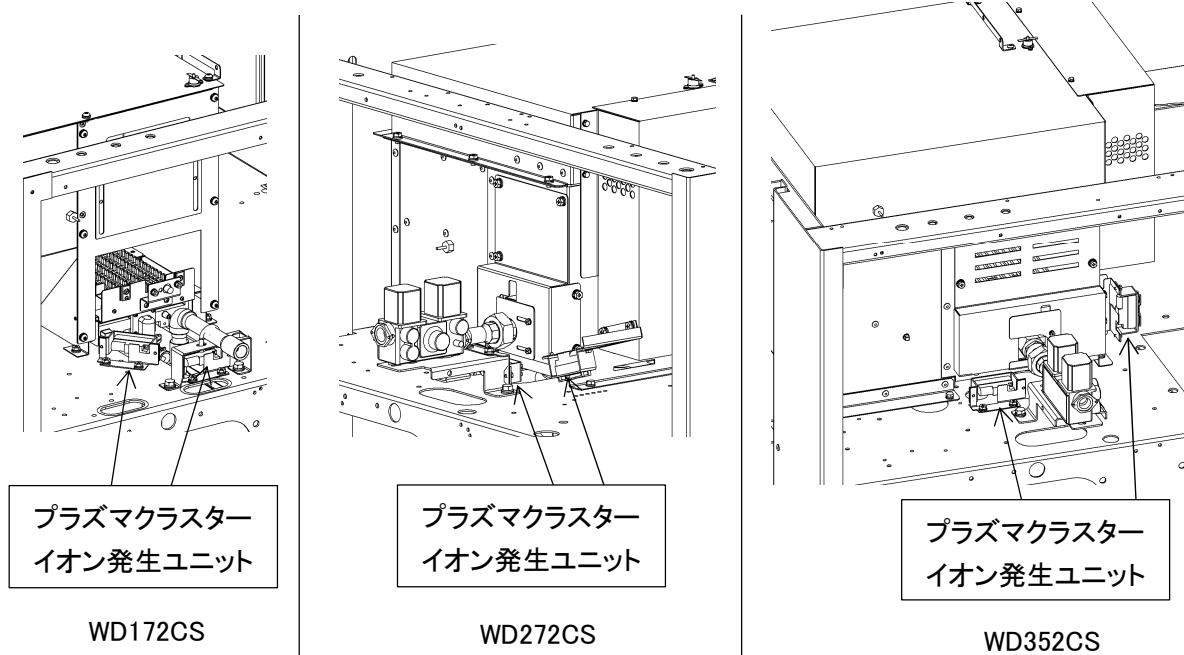

図 8-32
8. 3. 20 プラズマクラスターイオン発生ユニット (図 8-32、33、34、35)